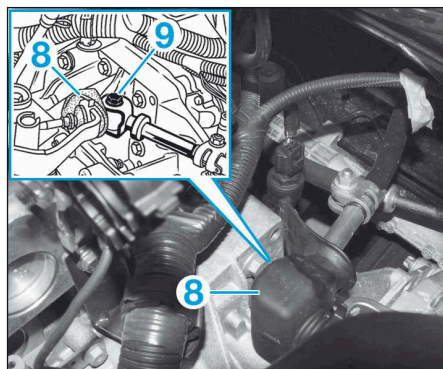

FIG.59
- Extraire la protection en caoutchouc (8) du levier de commande de boîte de vitesses, déposer la fixation (9) située derrière et attacher la tringle de commande de boîte de vitesses à la caisse (Fig.59).